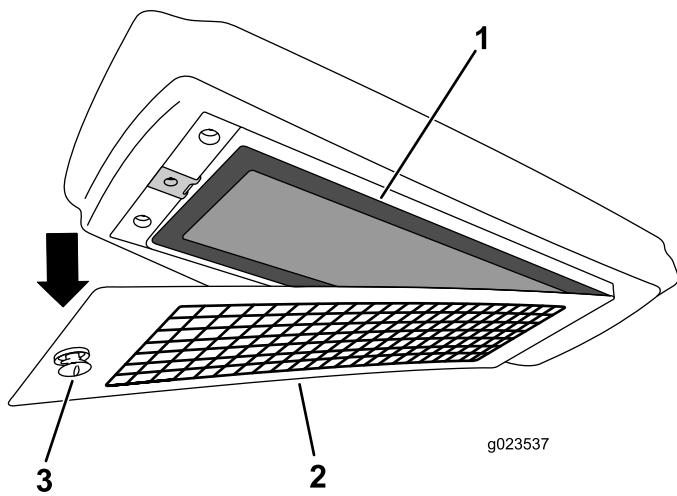

Figura 163
4. Retire o filtro de ar de seu alojamento e instale o novo (Figura 163).